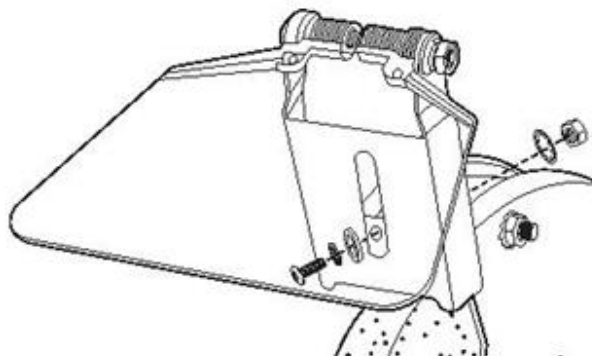

Рис. 1
- 1 Совместите прорезь на искрогасителе (5) с отверстием в верхней части щитка круга (6).
3. Вкрутите винт (5а) через прорезь искрогасителя (5) и отверстие в верхней части щитка круга (6) (Рис. 1).